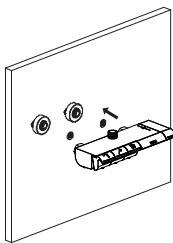

Figure 1
- a) Faites couler l'eau pendant 1 à 2 minutes pour nettoyer le tuyau d'eau (Figure 1).
- d) Vissez les couvercles décoratifs sur le mur (Figure 1).